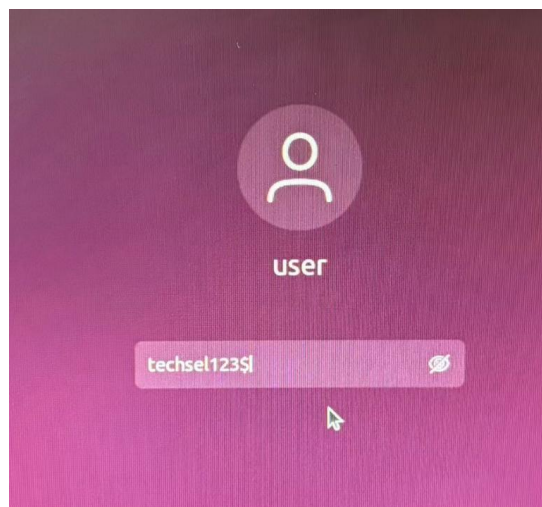

图3
2、开机完成后，显示器界面如图3所示，在登录界面输入密码，密码为techsel123\$，然后回车，成功进入工控机Ubuntu操作系统界面。